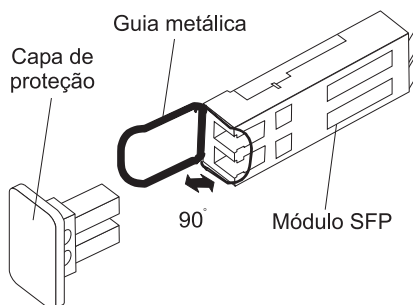

Figura 20. Destravando um Módulo SFP - Guia Metálica
- a. Destrave o módulo SFP puxando a guia metálica para baixo em 90° (consulte a Figura 20).